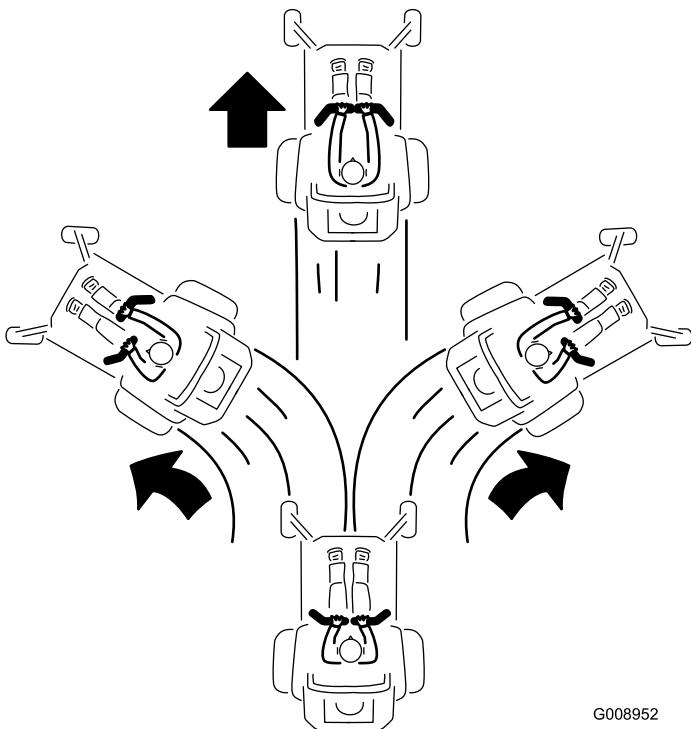

Figura 34
3. Para andar para frente empurre as alavancas de controlo do movimento lentamente para a frente (Figura 34).